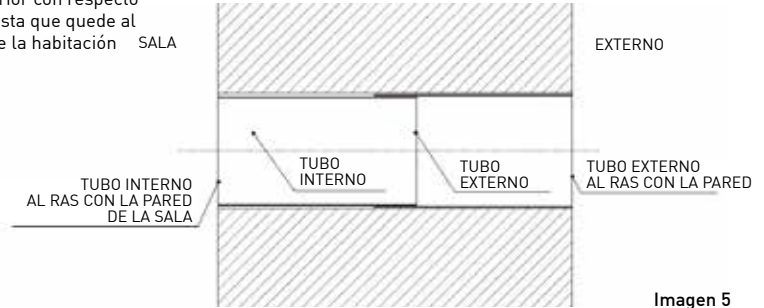

Imagen 5
4. Delice el tubo interior con respecto al tubo exterior hasta que quede al ras con la pared de la habitación SALA (Imagen 5)